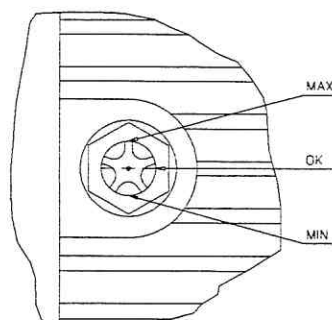

FIG. 3.1
Das neue Öl in kleinen Mengen langsam einfüllen. Kein Öl mehr einfüllen, wenn der maximale Ölstand des Anzeigers (5) MAX erreicht wurde. (Siehe Abb. 3.1).